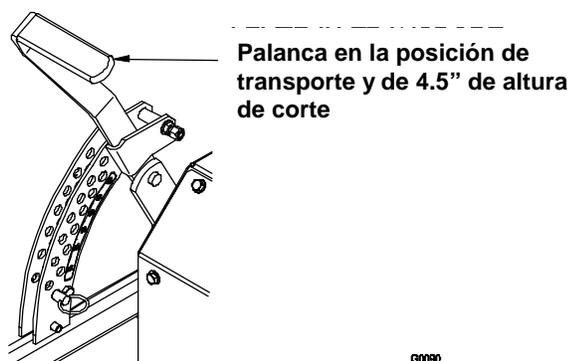
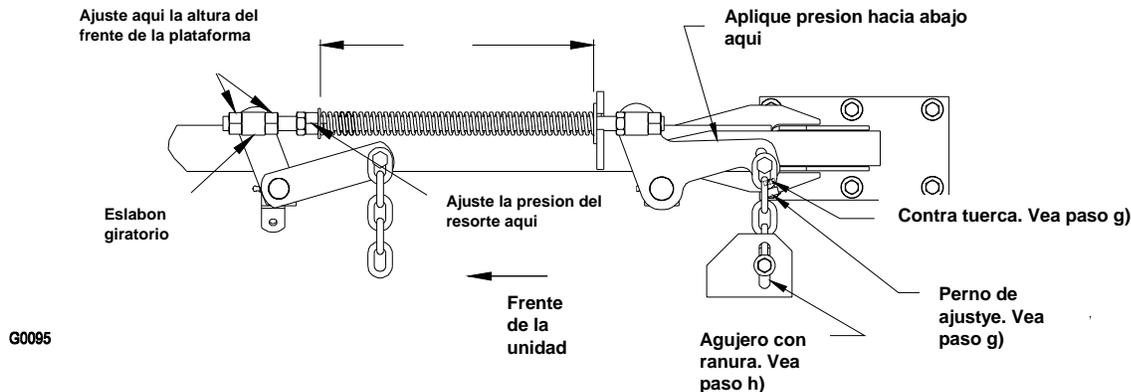

FIGURA 5
FIGURA 7
- Levante la plataforma a la posición de transporte (también es la posición de corte de 4.5" (11.4 cm.) de altura). Vea Figura 5.
- e) Levante la plataforma a la altura de corte de 4.5" (11.4 cm.) (también posición de transporte) y libere toda la tensión de los dos resortes de levante de la plataforma aflojando las tuercas ubicadas al frente de cada resorte. Vea Figura 7.
- g) Afloje los pernos de arriba de las dos (2) cadenas en las ranuras de los brazos de levante traseros. Afloje las dos tuercas bloqueadoras y desenrosque los tornillos de ajuste de la parte baja de los brazos hasta que las cadenas se encuentren flojas. Gire los tornillos de ajuste hasta quitar la holgura de las mismas. Ajuste las tuercas bloqueadoras. Apriete los pernos de las cadenas en los brazos de levante de la plataforma asegurándose que no se muevan mientras los ajusta.
- h) Afloje las cuatro (4) tuercas que sujetan los eslabones giratorios (dos a cada lado) hasta que las cadenas delanteras estén sueltas y el frente de la plataforma esta apoyada en un bloque de madera de 3/4 de pulgada (19 mm). NO afloje los pernos/tuercas de las cadenas delanteras.
- k) Levante la plataforma a la altura de corte de 4.5" (11.4 cm.). Vea Figura 5. Ajuste la tensión del resorte hasta obtener la distancia apropiada entre las dos arandelas grandes. Vea Figura 7. El ajuste se hace girando la tuerca del frente de cada resorte (en dirección de la manecillas del reloj acortan el resorte y en contra de las manecillas del reloj alargan el resorte). Asegure en su lugar con la tuerca bloqueadora.